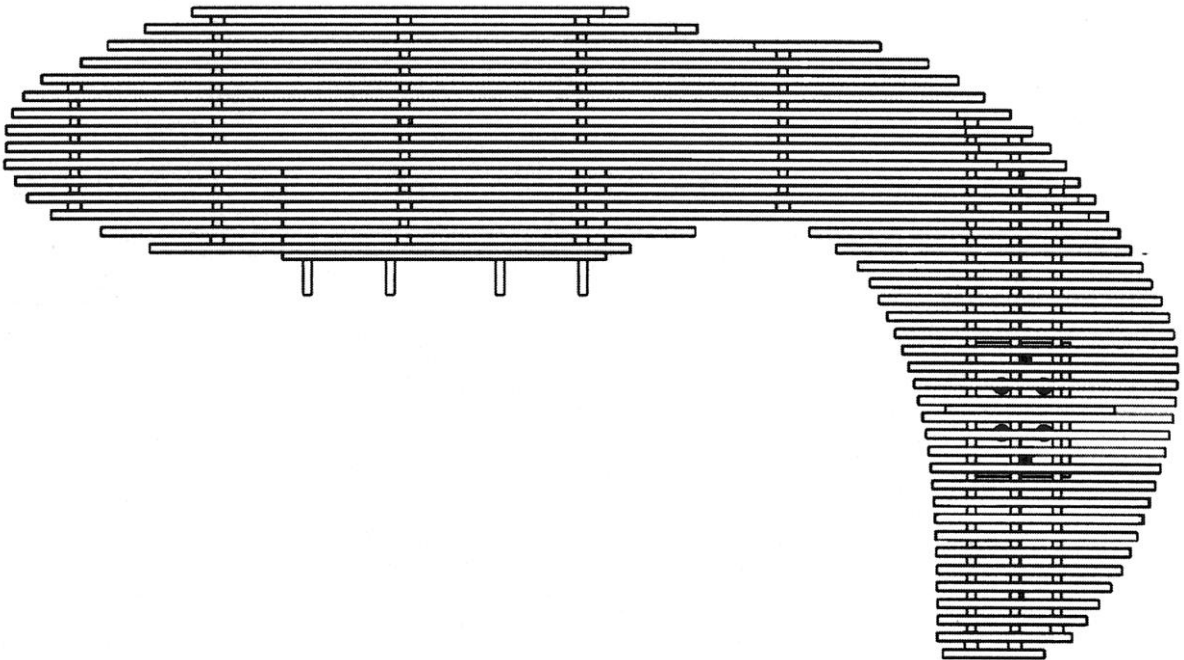

Fig.2
- Fig. 2** – przedstawia wtyczkę w widoku z góry.